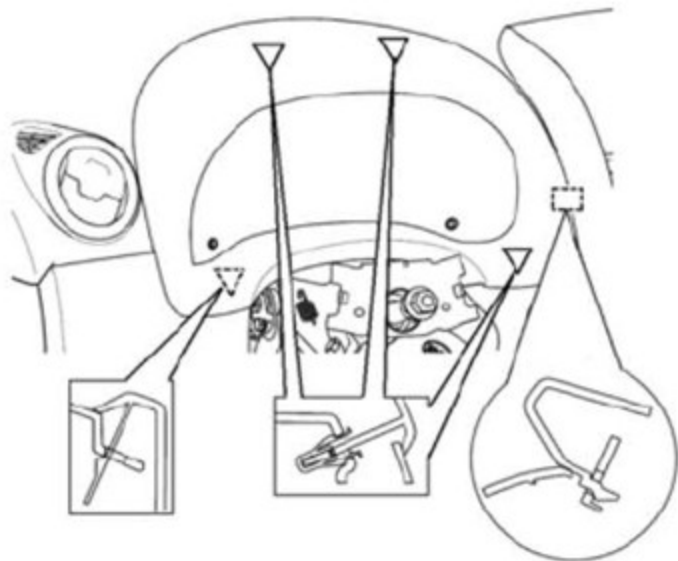
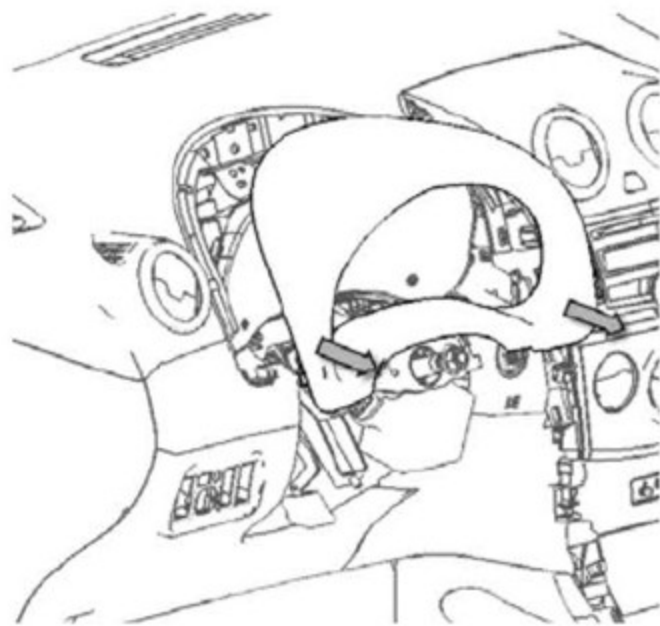

图 36 组合仪表罩的装配状态
图 37 组合仪表罩拆卸示意图
- (1) 组合仪表罩的拆卸：
- 了解产品装配状态下的配合结构（见图 36），双手放在图 37 所示箭头位置沿箭头方向缓慢拔该零件直至装配处结构都脱开，便可将其拆卸。